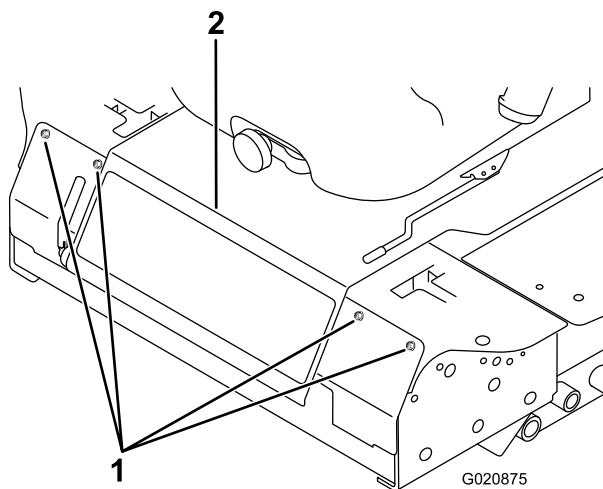

Рисунок 52
3. Снимите болты крепления передней панели и снимите переднюю панель (**Рисунок 52**).